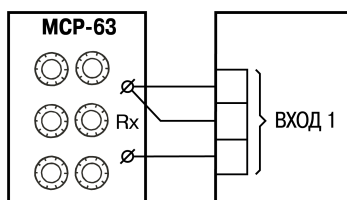

Рисунок 8.1 – Схема подключения магазина сопротивлений при юстировке
1. Подключить к Входу 1 прибора вместо датчика магазин сопротивления типа МСР-63 (или подобный ему с классом точности не ниже 0,05), установив на нем значение 50,000 Ом. Соединить магазин с прибором по трехпроводной схеме (см. рисунок 8.1). Сопротивления проводов линии должны быть одинаковы и не должны превышать 15,0 Ом.